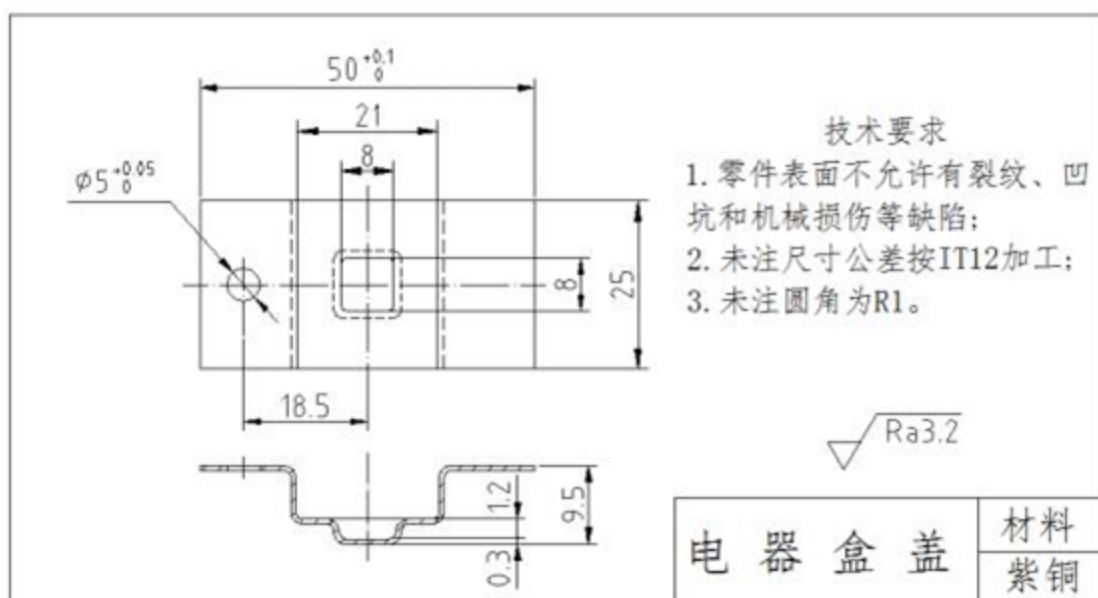

图4 冲压零件示意图
2) 组装调试后的模具冲压件达到示意图 4 要求，试冲时提供紫铜材料三件（现场做标记），选手完成比赛任务之后，上交一件成品作为最终大赛检测用。